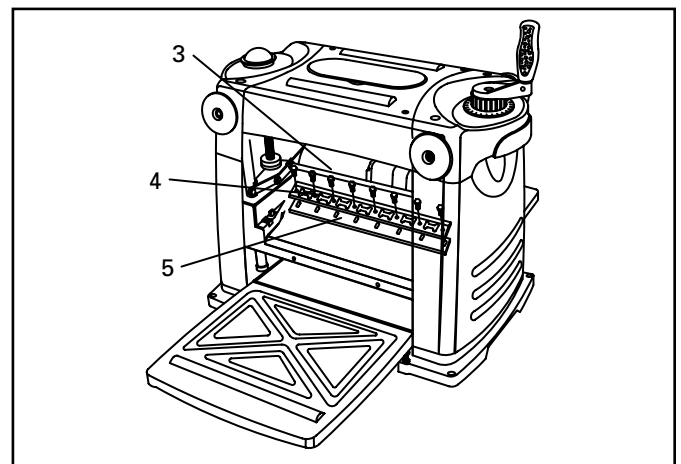

Fig. 15
4. Retirer les huit boulons à tête hexagonale (3) à l'aide de la clé fournie (Fig. 15).
5. Soigneusement retirer la plaque de soutien (4) en la soulevant droit (Fig. 15).
6. Soigneusement retirer la lame (5) en soulevant les deux extrémités droit (Fig. 15).
7. La lame a deux extrémités coupantes. En cas d'utilisation de l'autre extrémité de la lame ou de remplacement de la lame, mettre la lame sur le porte-outil en situant les deux trous de la lame sur les aiguilles de localisation du porte-outil (Fig. 15).